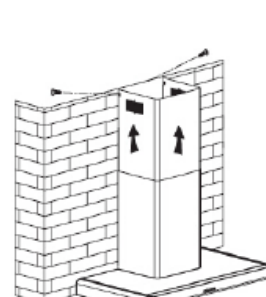

Fig. 14
- Levante a chaminé superior até ao teto e fixe-a à estribo com a ajuda dos parafusos (fig. 14).